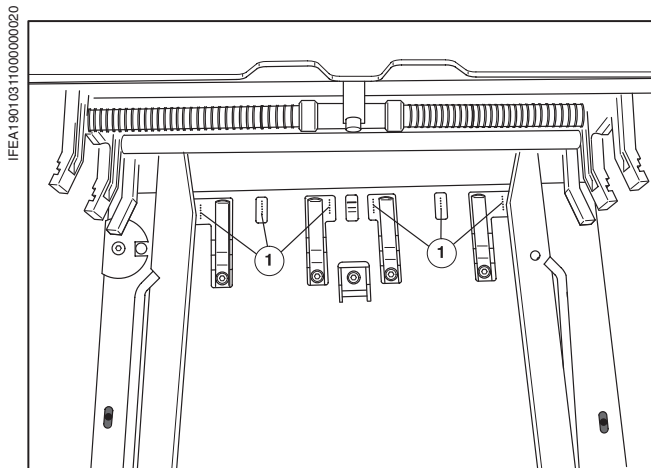

Рис. 13 Рейка для раздува передней кромки листов
Воздух для раздува передней кромки листов выходит из отверстий (Рис. 13/①) планки раздува.